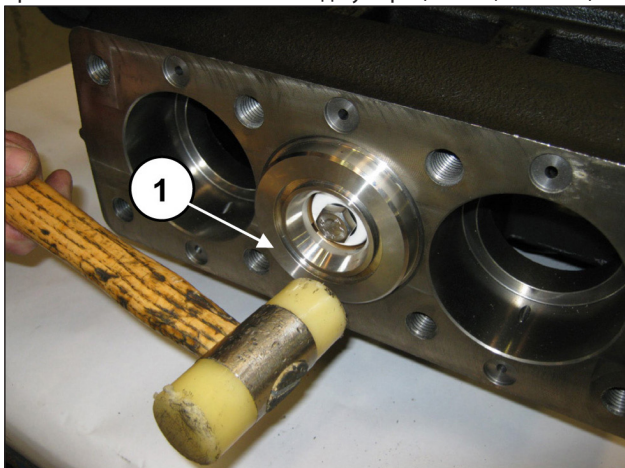

Рис. 192
Убедитесь, что узел рубашки и опоры уплотнений правильно встал в свое место до упора (поз. ①, Рис. 192).